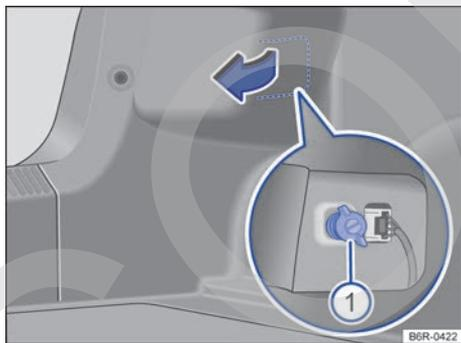

Fig. 174 Lateral del maletero: desmontaje del grupo óptico trasero.
3. Agarre el guarnecido lateral del maletero por la abertura → fig. 174 y tire hacia delante de la cubierta con puntos perforados que hay en el guarnecido.
4. Desenrosque el tornillo de fijación con la mano → fig. 174 ①.
16. Con una mano sostenga el grupo óptico trasero en la posición de montaje y con la otra enrosque firmemente el tornillo de fijación → fig. 174 ①.